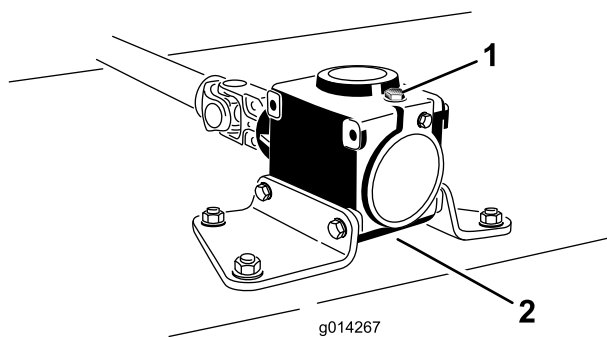

図 42
6. ギアボックスの上部についているディップスティック兼給油プラグ(図 42)を取り、オイルの量が、ディップスティックについている2本のマークの間にあることを確認する。
6. ギアボックスの上部についているディップスティック兼給油プラグ(図 42)を取る。